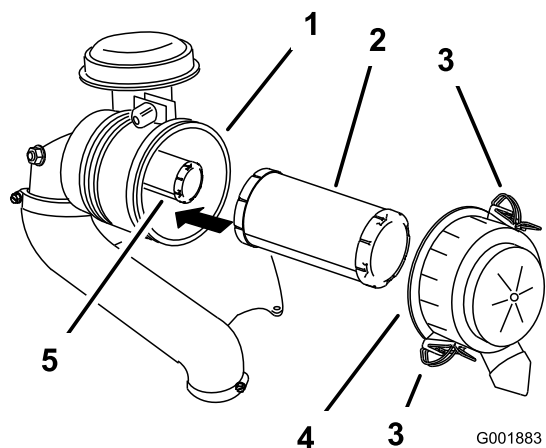

Figura 45
3. Abra los cierres del limpiador de aire y tire de la tapa de la entrada de aire para separarla del cuerpo del limpiador de aire (Figura 45).
5. Extraiga con cuidado el filtro primario de la carcasa del limpiador de aire (Figura 45).
2. Si va a cambiar el filtro interno, deslícelo cuidadosamente en el cuerpo del filtro (Figura 45).
3. Deslice cuidadosamente el filtro primario por encima del filtro de seguridad (Figura 45).
4. Instale la tapa del limpiador de aire y fije los cierres (Figura 45).